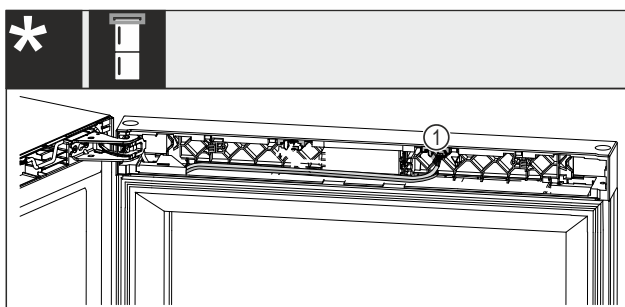

Fig. 19 Wein-Gefrier-Kombinationen
- Stecker Fig. 19 (1) aus dem Nest herausziehen.